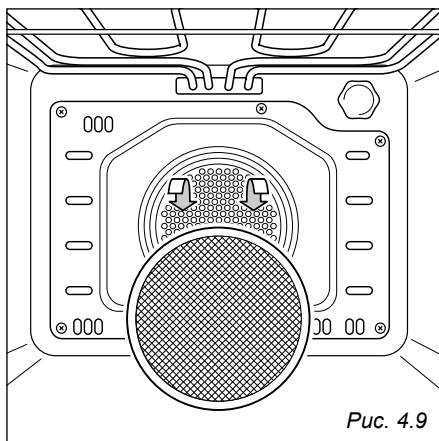

Рис. 4.9
- Установите фильтр-жироуловитель на задней стенке духового шкафа, как показано на Рис. 4.9.
Предусмотрена возможность демонтажа фильтра-жироуловителя для последующей чистки с помощью горячей мыльной воды (Рис. 4.9).